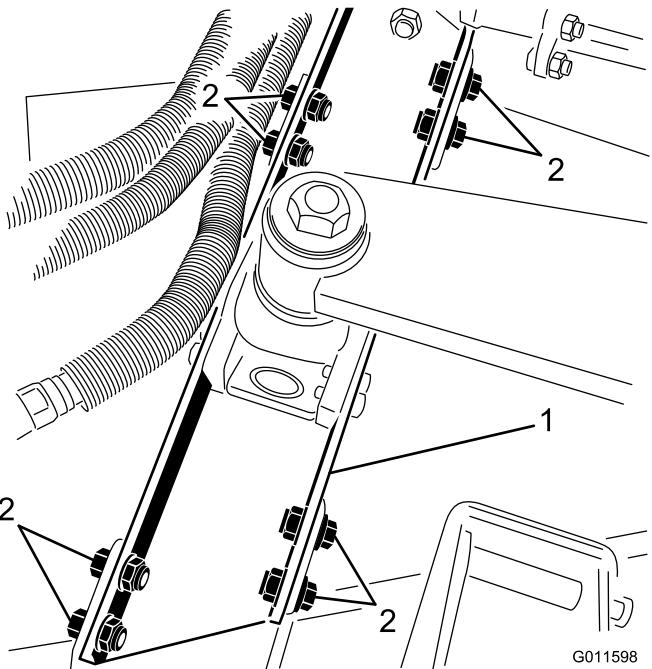

Figura 6
- Retire os (8) parafusos, anilhas e porcas que prendem a montagem do braço de elevação aos suportes da plataforma do cortador (Figura 6).